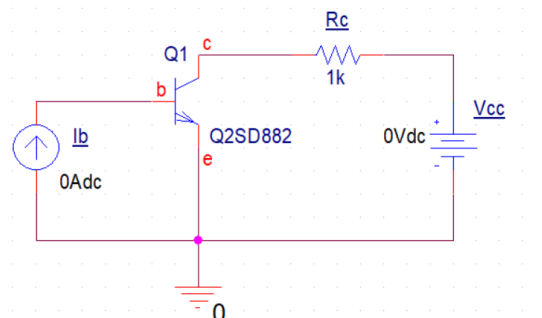

图 2: 晶体管特性测试电路
- (4) 晶体管特性测试电路如图 2 所示，用 PSpice 程序仿真分析晶体管的输出特性，并估算其电流放大倍数。
- 若要仿真分析图 2 电路的晶体管输入特性, 应该如何设置扫描分析方式和参数?